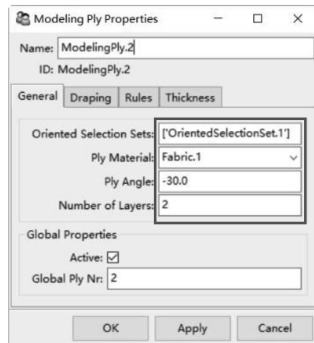

图 7-34 创建 -30°铺层角
(3) 右键单击【Modeling Groups. 1】，从弹出的快捷菜单中选择【Create Ply...】，弹出创建铺层属性对话框，如图 7-34 所示，【Oriented Selection Sets】= Oriented Selection Sets. 1，【Ply Material】= Fabric. 1，【Ply Angle】= -30.0，【Number of Layers】= 2，其他默认，单击【OK】关闭对话框。